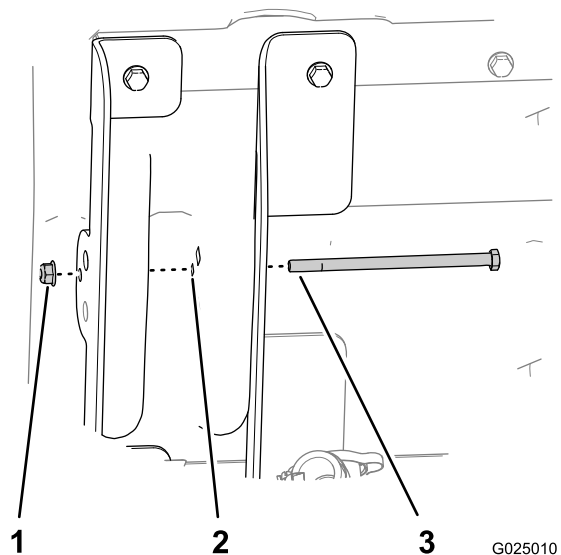

Figura 6
6. Inserite il bullone a testa esagonale (5/16 x 5-1/2 poll.) nel foro piccolo nella staffa del pianale interna (flange lunghe), nella struttura del pianale e nella staffa del pianale esterna del pianale (flange corte) come mostrato in Figura 6.
7. Serrate manualmente il bullone con un dado flangiato (5/16 poll.) (Figura 6).
9. Serrate saldamente il dado flangiato che fissa il bullone (5/16 poll.) (Figura 6).